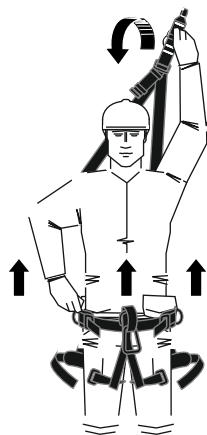

рис. 4
4. Взять привязь за пояс: надеть через ноги, придерживая за наплечные лямки (**рис. 4**).